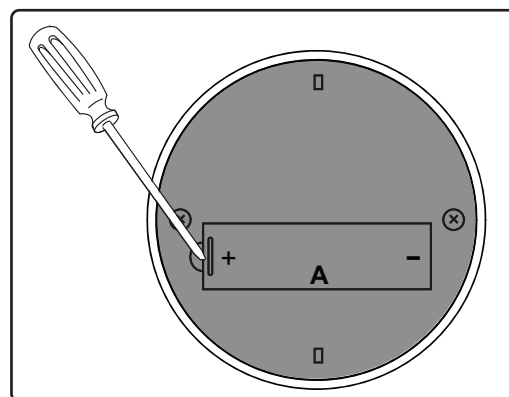

FIG. 5
Enlevez le couvercle du compartiment à pile (A) à l'aide d'un tournevis plat pour avoir accès au compartiment de la pile (FIG. 5).